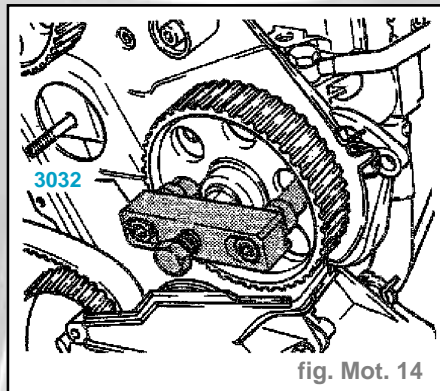

fig. Mot. 14
- Mettre en place l'extracteur ; les parties fraisées de la branche de l'extracteur doivent engrener dans alésages du pignon de la pompe d'injection (fig. Mot. 14).